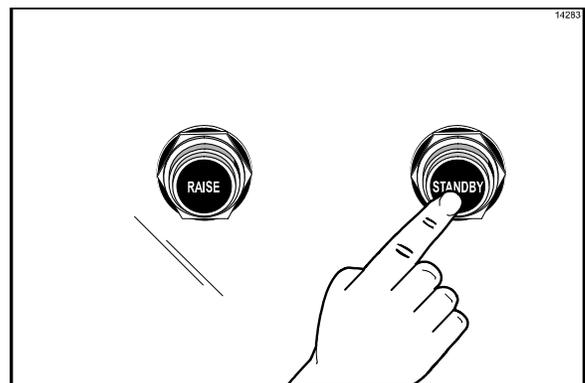

Figura 21
13. Oprima el botón de espera para cerrar la placa. (Vea la figura 21.)